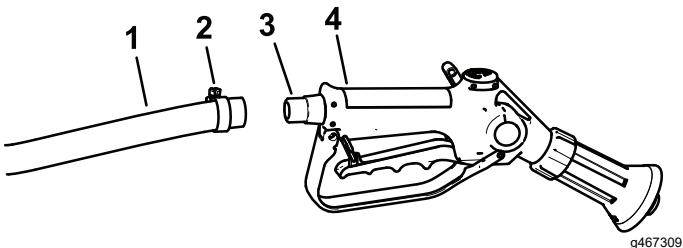

Figure 47
- Connectez l'extrémité libre du long flexible au raccord du pistolet pulvérisateur (Figure 47).